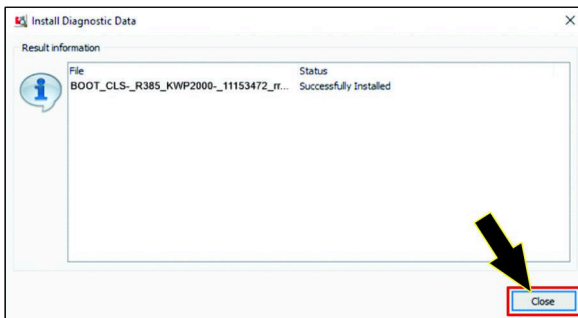

Bild 58
6. Klicken Sie im Dialogfeld ERGEBNISINFORMATIONEN auf das Symbol SCHLIEßEN (Bild 58).